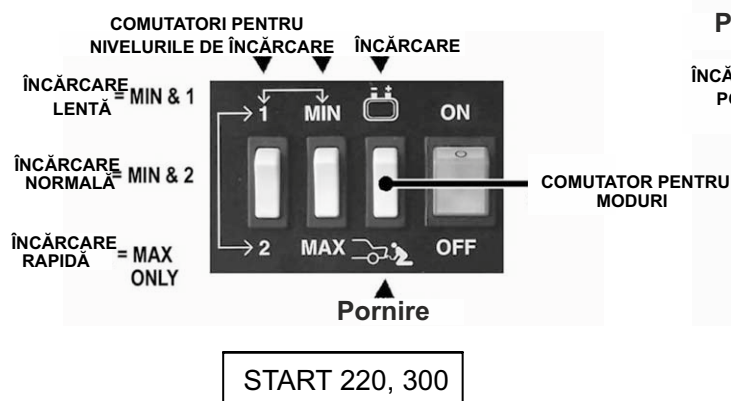

Fig.2
4.3.2 Pentru start 220 și start 300 (Fig.2), setați comutatorul de moduri pe funcția „Încărcare” indicată de simbolul bateriei.
4.8.6 Mutați comutatorul în poziția de START (Fig. 2 & 3). Porniți contactul și turați motorul pentru MAXIMUM 3 secunde. Dacă vehiculul nu pornește, așteptați 2 minute și apoi încercați din nou de maxim 5 ori.